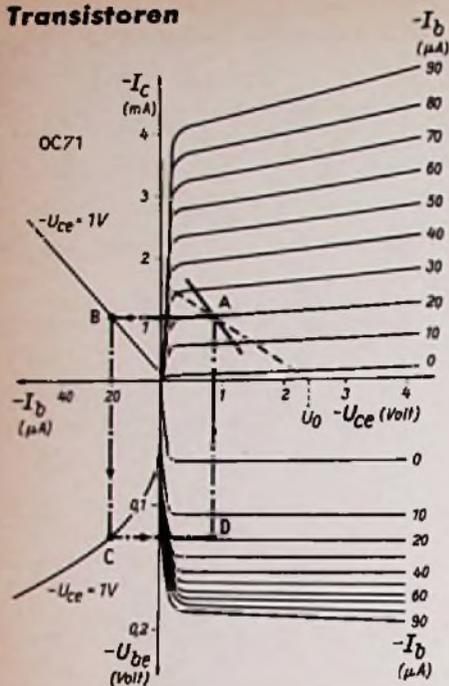

Bild 2. Kennlinienfelder des Transistors OC 71 für Emitterschaltung
Anpassung und Arbeitspunkt hängen eng miteinander zusammen. Ehe man an praktische Versuche herangeht, sollte man sich stets erst einmal die Verhältnisse im Kennlinienfeld des Transistors ansehen. In Bild 2 ist das $I_C/U_{be}/U_{ce}$ -Kennlinienfeld des Transistors OC 71 für die Emitterschaltung dargestellt. Der linke obere und der linke untere Quadrant sind uns bereits aus den Bildern 4 und 5 des vorigen Teils dieser Aufsatzreihe bekannt. Die Neigungen der Kurven stellen die Stromverstärkung und den Eingangswiderstand dar. Der rechte obere Quadrant ist uns ebenfalls bekannt aus Bild 6 des vorigen Teils. Der rechte untere Quadrant zeigt, daß die Basisspannung $-U_{be}$ bei gegebenem Basisstrom $-I_b$ sich mit der Kollektorspannung nicht sehr viel ändert. Der Ausgang hat in der Emitterschaltung, wie schon besprochen, nur wenig Rückwirkung auf den Eingang. Der Arbeitspunkt eines Transistors erscheint nun in allen vier Quadranten, wie es in Bild 2 durch die strichpunktlierten Linien angedeutet ist.
Wir wollten mit einer möglichst kleinen Betriebsspannung auskommen, z. B. mit $U_0 = 2,4 \text{ V}$. Damit ist der Fußpunkt der Gleichstrom-Arbeitsgeraden, für welche der Widerstand R_3 in Bild 1a verantwortlich ist, festgelegt. Für die Größe dieses Widerstandes müssen wir folgende Überlegungen anstellen. Am Punkt ① in Bild 1a möge eine Wechselspannung mit der maximalen Amplitude von $100 \mu\text{V}$ liegen, so daß bei einem Eingangswiderstand von 850Ω ein Basiswechselstrom von etwa $0,12 \mu\text{A}$ fließt. Dieser Strom wäre auf dem Bild 2 nicht mehr erkennbar, wir haben es also mit einer typischen Kleinsignal-Verstärkung zu tun. Bei dieser kleinen Aussteuerung könnten wir dann auch den Kollektor- und Basisgleichstrom sehr klein wählen. Im vorigen Teil jedoch haben wir gesehen, daß sich der Kollektorstrom mit der Temperatur ändern kann. Man rechnet, daß der Kollektorreststrom (vgl. Teil I) bei 20°C Temperaturerhöhung auf das 5 bis 6fache wächst. Aus dem Datenblatt des Transistors OC 71 entnehmen wir, daß bei 25°C der Kollektorreststrom in der Emitterschaltung
lektorspannung $-U_{ce}$ darf nicht zu klein gewählt werden, so daß etwa die in Bild 2 eingezeichneten Verhältnisse brauchbar sein können. Der gestrichelten Geraden entspricht der Gleichstrom-Arbeitswiderstand von Bild 1a und zwar
Nun sehen wir aber, daß der unserem Arbeitspunkt bei $-I_C = 1 \text{ mA}$ zugehörige dynamische Eingangswiderstand r_i viel größer ist als jener, den wir dem Datenblatt vorhin entnommen haben. Legt man im Punkt C in Bild 2 links unten eine Tangente an die Kurve, so erhalten
Dieser Widerstand ist in Bild 2 als ausgezogene Gerade eingezeichnet.